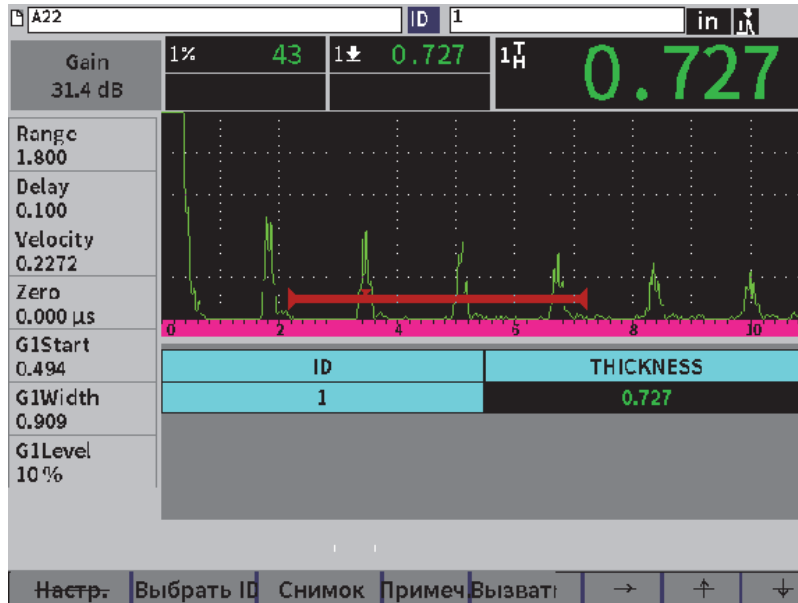

Рис. 9-27 Элементы управления сетки в сохраненном файле
5. Нажмите клавишу Tab для перемещения к кнопке **Выбрать ID**, чтобы выбрать конкретный ID для просмотра (см. Рис. 9-27 на стр 159).